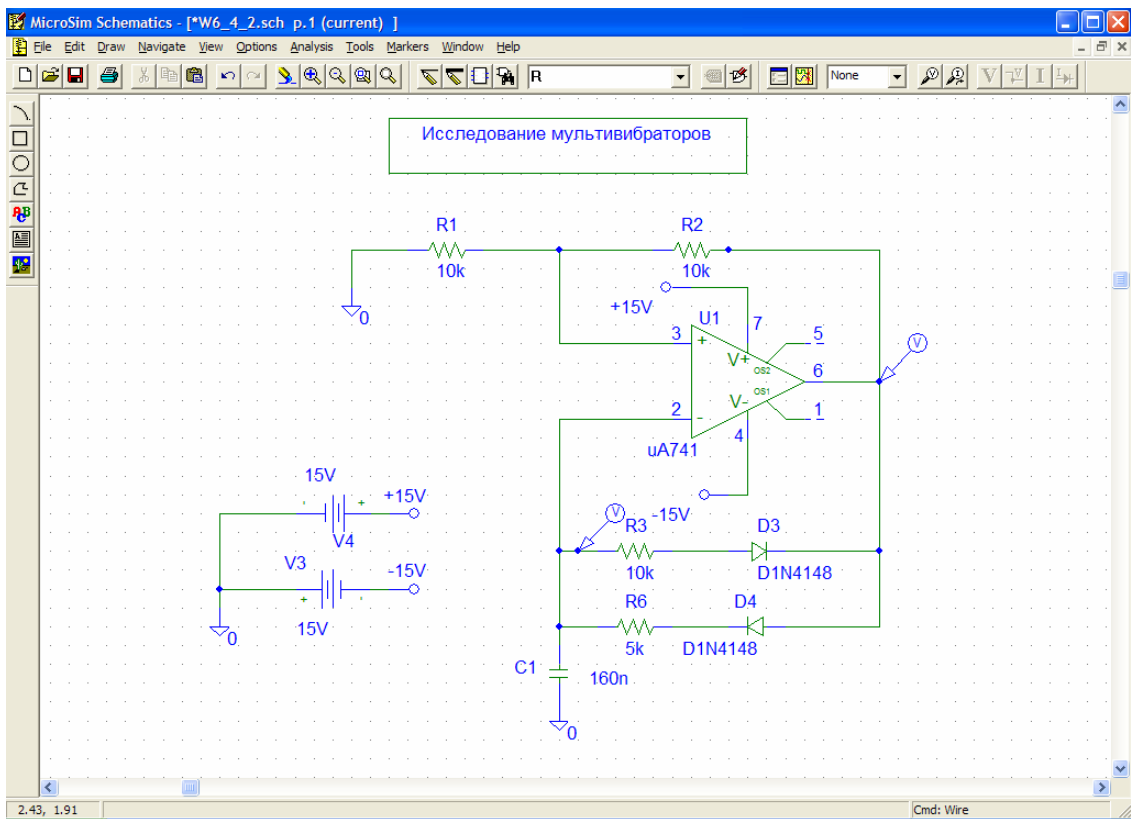

Рис. 6.4.5
- 2.1. Собрать схему несимметричного мультивибратора (рис. 6.4.5). Установить значения элементов, полученные в предварительном расчете.